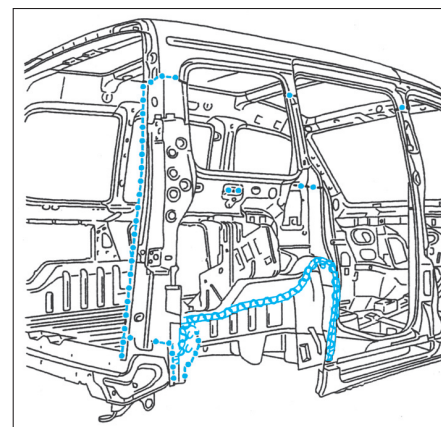

FIG. 87
- Redresser les bords d'accostage et les protéger par un apprêt soudable (Fig.87).